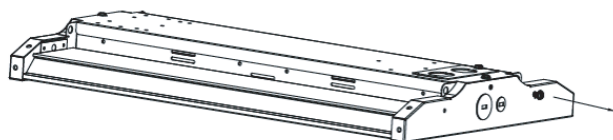

Figure 6
1. Remove the screw from the end-cover (Fig. 6).
1. Retirez la vis du capuchon d'extrémité (Fig. 6).